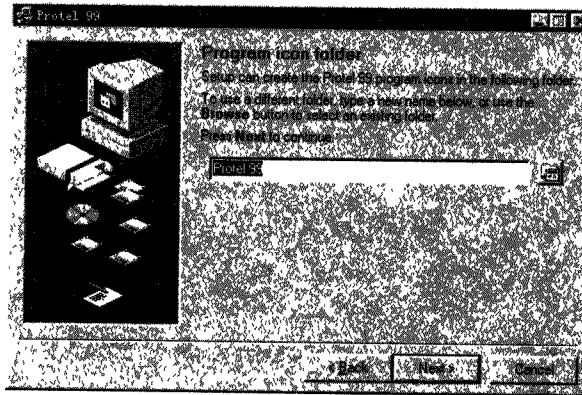

图 1-6 选择程序图标画面
8) 接下来, 系统会提示你选择或重新创建一个 Protel 99 程序图标, 如图 1-6 所示。